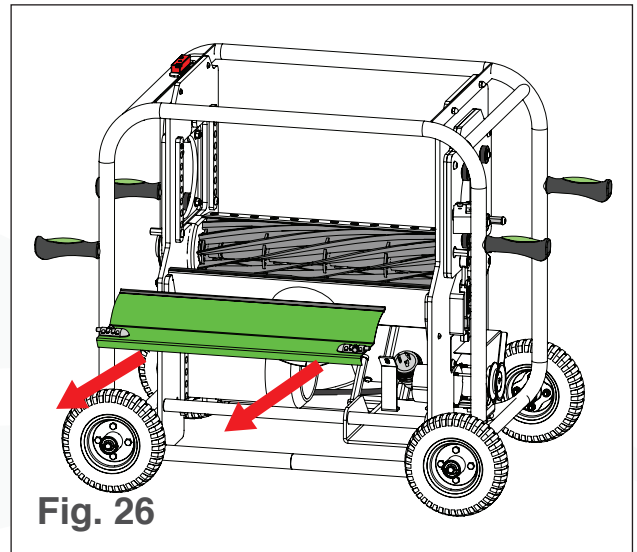

Fig. 26
3. Puxe o manto de aspiração superior directamente para fora (ver Fig. 26).